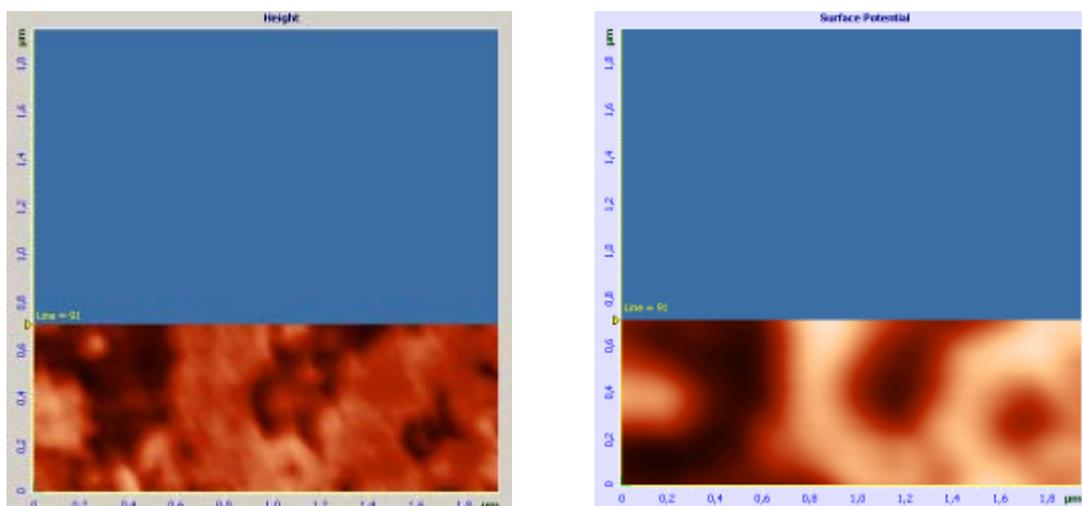

Рис. 9-25. Изображение рельефа и пространственного распределения поверхностного потенциала по поверхности двухкомпонентной ЛБ пленки
- начнется построчное сканирование поверхности образца и в области отображения 2D-данных сканирования появятся два изображения: в одном отобразится рельеф поверхности (сигнал **Height**), в другом – отображение распределения z-составляющей градиента поверхностного потенциала по образцу (сигнал **Surface Potential**) (Рис. 9-25);
Контролировать качество получаемого изображения можно в области отображения 2D-данных сканирования (Рис. 9-25).